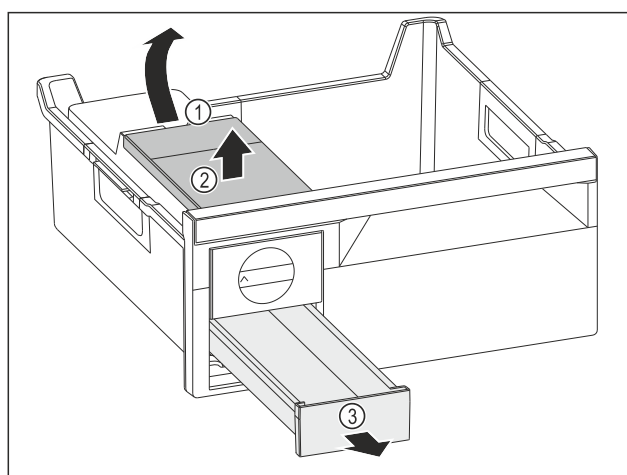

Fig. 211
- ▶ Извлеките бак для воды: Поднимите бак для воды за выемку Fig. 211 (1).
- ▶ Извлеките бак для воды Fig. 211 (2) движением вверх.
- ▶ Извлеките выдвижной ящик для кубиков льда Fig. 211 (3) движением вперед.